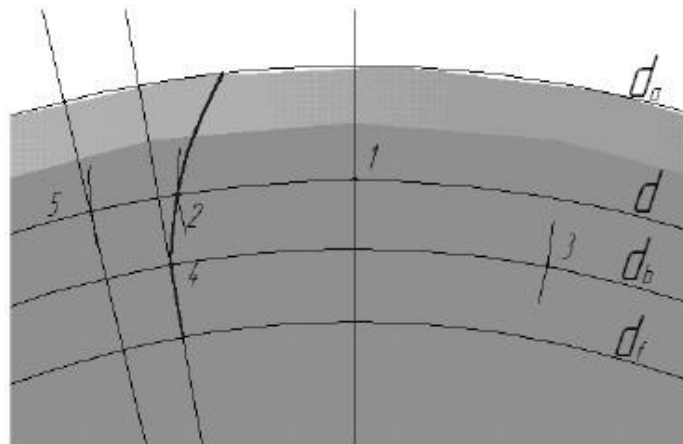

Рис. 4
20. Побудуйте дугу (стиль лінії - **вспомогательная**) з центром у точці 1 і радіусом рівним $0,75 \cdot \pi \cdot m$ (у полі **Радіус** самостійно введіть необхідний вираз) так, щоб вона перетнула ділильне коло. Позначте цю точку перетину (точка 5, див. рис. 4).
21. Проведіть допоміжну пряму через точку 5 та початок координат (див. рис. 4).